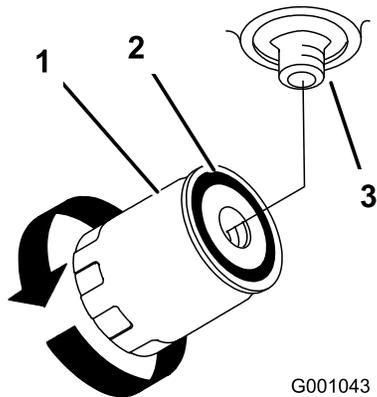

Figura 64
7. Aplique una capa fina a la junta de goma del filtro nuevo (Figura 64).
9. Llene el depósito de aceite hidráulico con aceite hidráulico hasta que éste rebese por encima del filtro, gire el filtro en el sentido de las agujas del reloj hasta que la junta de goma entre en contacto con el adaptador del filtro, luego apriete el filtro media vuelta más (Figura 64).